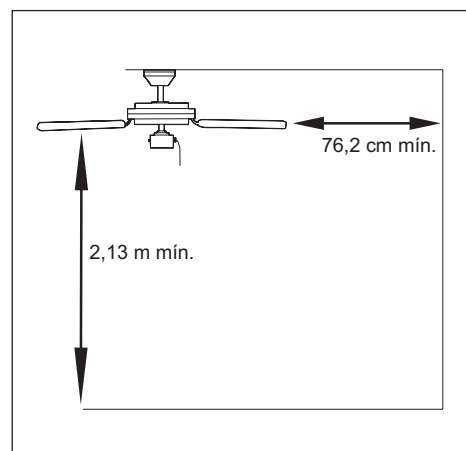

Figura 1.3
3. Elija la ubicación apropiada - Asegúrese de que las aspas estén al menos a 76,2 cm de cualquier obstrucción y al menos a 2,13 m del piso (Figura 1.3).